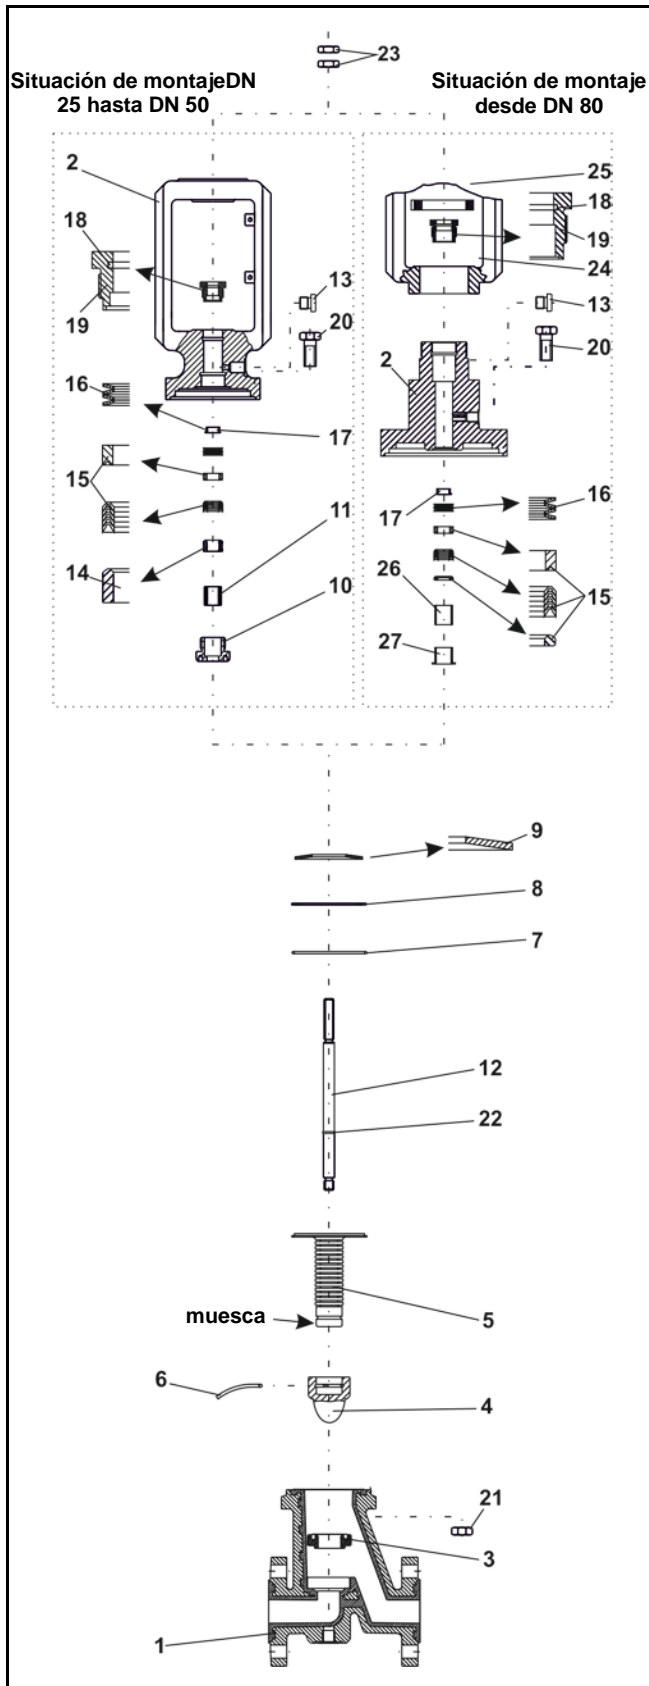

Figura 5 – Imagen de despiece de la válvula de control BR 1b, hasta año de fabricación 2006
El juego de muelles de disco (16) se inserta en el orificio provisto para este fin. La disposición de los muelles de disco se puede consultar en la imagen de despiece (figura 5).
A continuación se colocan uno tras otro el anillo final, los anillos en V de la empaquetadura angular (15), así como el rodillo distanciador. En la imagen de despiece (figura 5) se puede consultar esta disposición.
La empaquetadura angular (15) se presiona dentro del orificio provisto en el orden siguiente: anillo de presión en V, anillos en V de PTFE y anillo final. La disposición de la empaquetadura angular se puede consultar en la imagen de despiece (figura 5).
Colocar en la brida de la cubierta (2) los muelles de disco (9), la arandela a presión (8) y la junta tórica. La disposición de los componentes se puede consultar en la imagen de despiece (figura 5).